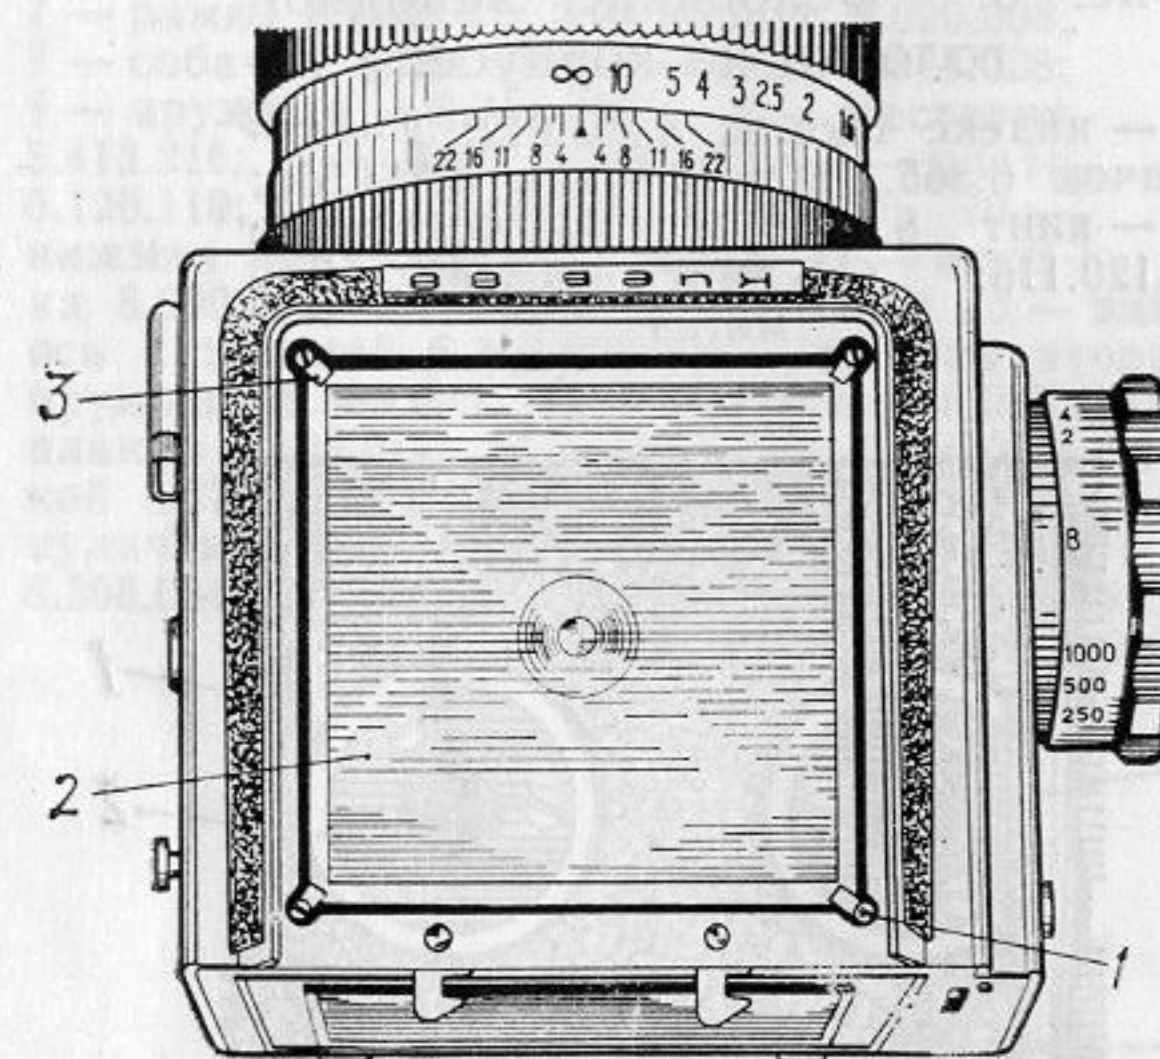

Рис. 3. Фотокамера КИЕВ 88 (вид первый):
8.11. Почистить оптические детали визирного устройства 2 (рис. 3) с двух наружных сторон. Установить визирное устройство в рамку камеры линзой Френеля вниз на регулировочные винты и закрепить четырьмя накладками 3 с винтами 1.
8.12. Установить на камеру объектив 2. Установить камеру на прибор КЮ-761М и закрепить. Открыть полностью диафрагму объектива, установить шкалу расстояний на «бесконечность» ( $\infty$ ). Взвести затвор на выдержке «В». Изображение мира прибора на матовом стекле визирного устройства должно быть резким (четким) и находиться в центре поля зрения. Установить приспособление  $\frac{\text{ЗФК}}{\text{с603}} = \text{КЮ-226сб}$  с матовым стеклом в кадровое окно камеры, открыть кадровое окно спуском шторки. Изображение также должно быть резким (четким). Регулировку производить за счет подвижки винтов, находящихся под визирным устройством 2 (рис. 3).